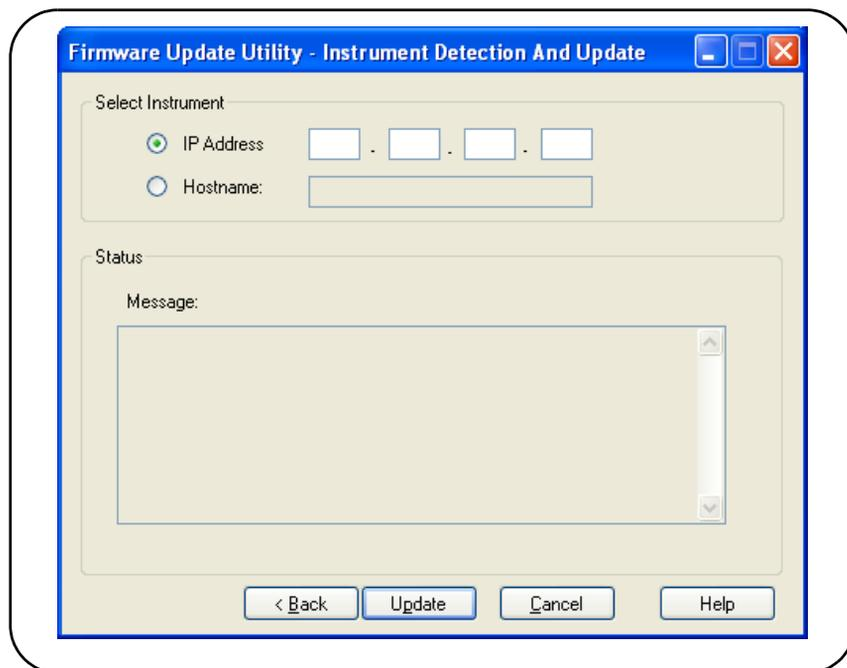

Abbildung 2-11. Angeben von Adresse bzw. Hostnamen.
3. Geben Sie IP-Adresse bzw. Hostnamen des Zählers ein (Abbildung 2-11). Wählen Sie 'Update', um die Aktualisierung zu starten.